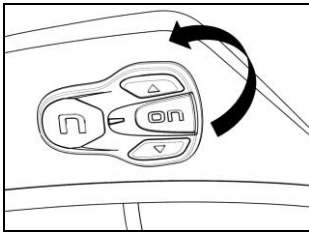

Fig. 40
- Desconectar el teclado de la calota del casco (Fig. 40).